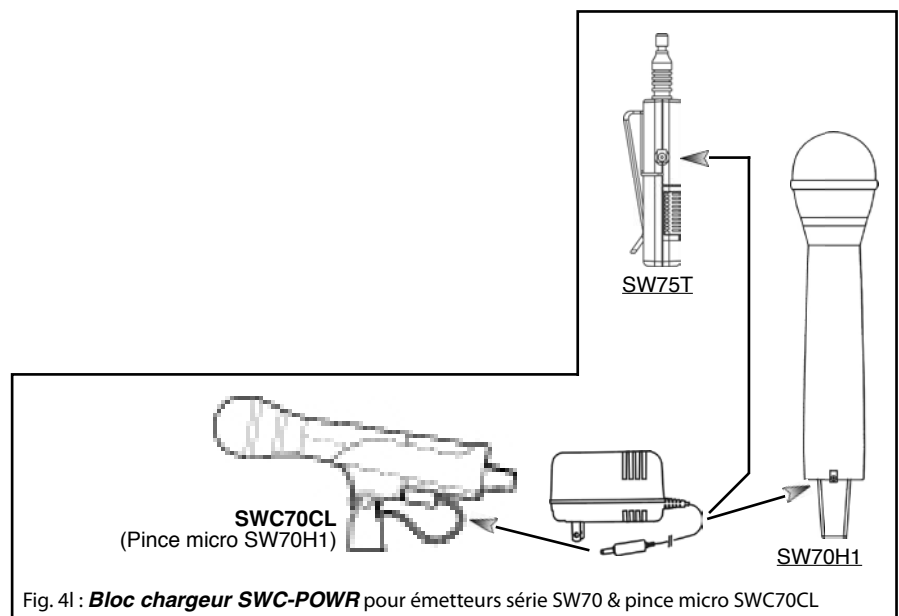

Fig. 4l : **Bloc chargeur SWC-POWR** pour émetteurs série SW70 & pince micro SWC70CL
6. Les batteries des émetteurs à main et de poche peuvent être rechargées sans les enlever : il suffit de connecter le chargeur à l'embase de l'émetteur (voir Fig. 4l).
**Branchement des appareils.** Chaque émetteur SW75T ou SW70H1 est livré avec un bloc chargeur SWC-POWR Tireless Wireless™ (voir Fig. 4l). De plus, chaque SW70H1 est livré avec sa pince micro-chargeur de batterie (SWC70-CL). Le bloc chargeur SWC-POWR se relie directement à l'émetteur ou à la pince. La batterie rechargeable Sabine (SWBC1) se charge dès que la pince micro est connectée au bloc chargeur Sabine SWC-POWR et que l'émetteur à main est placé correctement dans la pince micro.
**Avertissement niveau de batteries faible.** Lorsque la tension des batteries de l'émetteur passe en dessous d'une valeur seuil critique, l'icône de batterie (qui indique d'habitude la tension) se met à clignoter, tant sur l'émetteur que sur le récepteur. Vous devez alors remplacer la batterie, ou la recharger en plaçant l'émetteur à main dans sa pince micro active. **NOTE :** Le microphone continue à émettre un signal audio lorsqu'il est placé dans la pince. Autre possibilité : connecter directement le chargeur à l'émetteur, en utilisant l'embase chargeur intégrée, implantée sur le côté de l'émetteur de poche et près de l'antenne de l'émetteur à main (voir Fig. 4l). Si vous ne changez ni ne rechargez la batterie, l'émetteur finira par s'éteindre automatiquement (voir Fig. 4k).